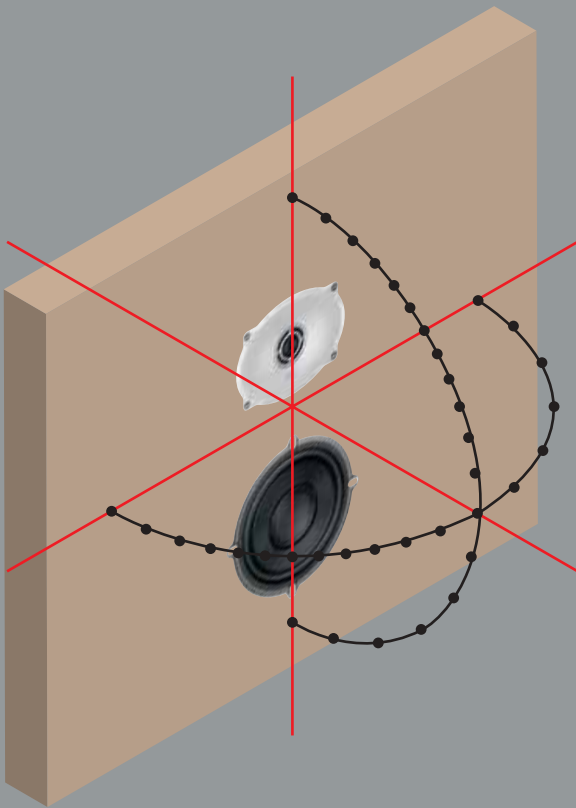

Figura 7. Las mediciones se realizan en intervalos de 10 grados a lo largo de los ejes horizontal y vertical.
El índice de Direccionalidad (DI) es la relación existente entre la intensidad del sonido dentro del área de escucha y la intensidad media del sonido radiado en todas direcciones (potencia del sonido). Realizamos mediciones en dos patrones semicirculares a lo largo de los ejes horizontal y vertical del altavoz (Figura 7). Con los resultados de estas mediciones, determinamos el tamaño del área de escucha óptima y calculamos la potencia del altavoz. Contrastando la potencia con la respuesta dentro del área de escucha determinamos el índice de direccionalidad para la respuesta en frecuencia del sistema.